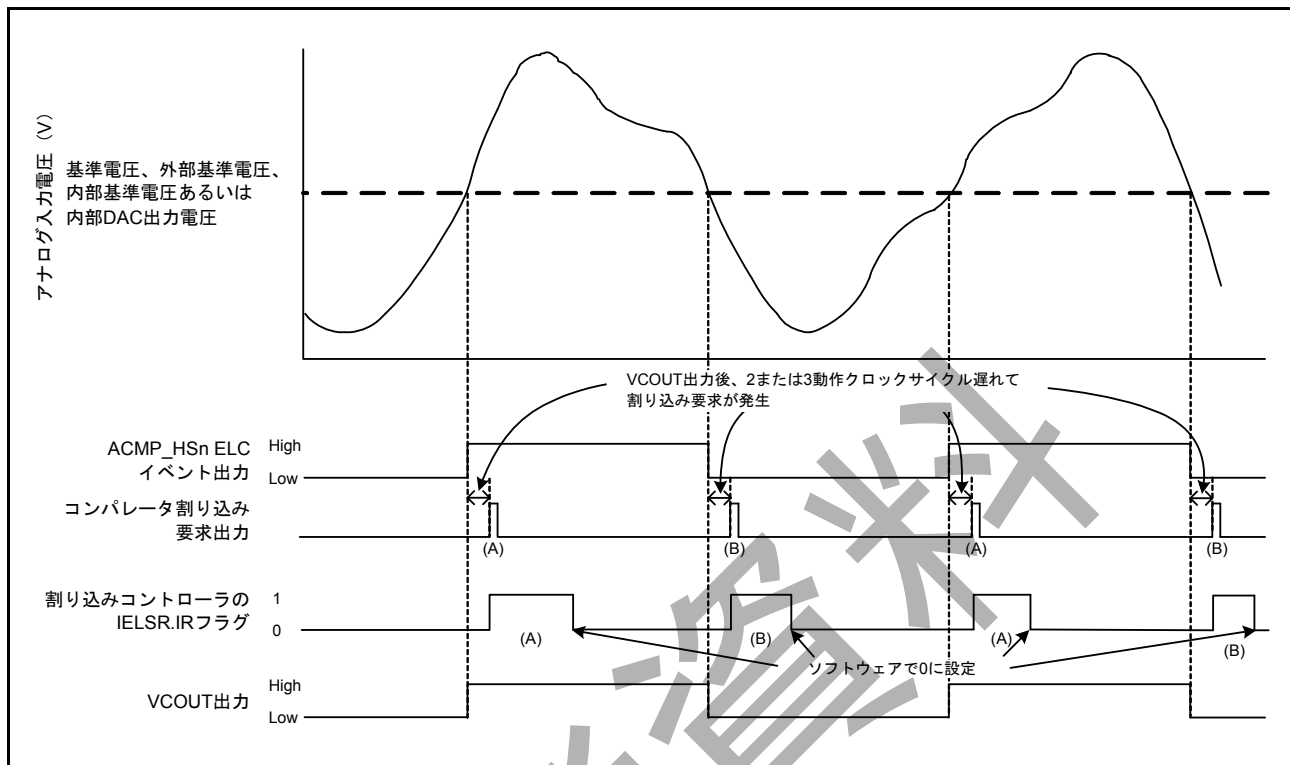

図 43.2 ACMPHS の動作例
ACMPHS の動作例を図 43.2 に示します。アナログ入力電圧が ACMPHS 基準入力電圧より高くなると VCOUT 出力は 1 になり、低くなると 0 になります。ACMPHS 出力が変わると、割り込み要求および ELC イベントが出力されます。
図 43.2 は CPOE = 1 (端子出力許可)、CDFS[1:0] = 00b (フィルタ不使用)、CEG1 = CEG0 = 1 (両エッジを選択) の場合に適用されます。CINV = 0、CEG0 = 1、CEG1 = 0 (ACMPHS からの非反転出力信号の立ち上がりエッジ選択) の場合、IELSR.IR フラグは (A) で示されるように変化します。CINV = 0、CEG0 = 0、CEG1 = 1 (ACMPHS からの非反転出力信号の立ち下がりエッジ選択) の場合、IR フラグは (B) で示されるように変化します。CPOE = 1 の場合、VCOUT は ELC イベント出力を直接出力します。